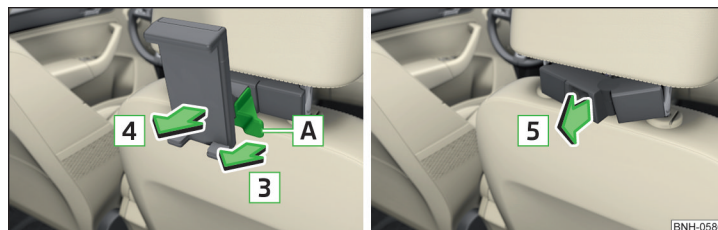

Fig. 97 Detașarea: suport / adaptor
- Pentru **detașare**, trageți de clema de siguranță **A** în sensul săgeții **3** și scoateți suportul în sensul săgeții **4** din adaptor » **fig. 97**.